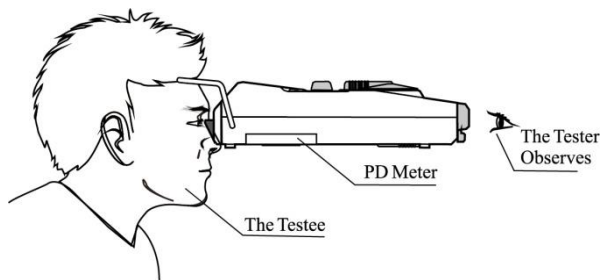

Figura 6
b. Coloque el portador de la frente ligeramente sobre la frente del testeado, y el portador de la nariz ligeramente sobre el puente de la nariz del testeado, luego mantenga el dispositivo en un estado horizontal (como se muestra en la Figura 6).